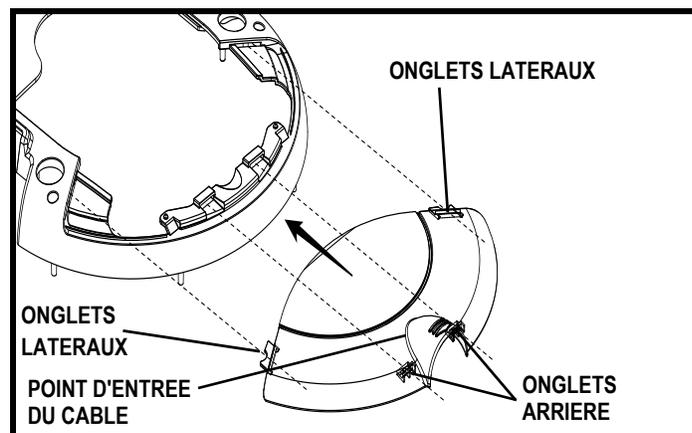

Figure 12. Capot arrière
6. Pesez doucement vers le bas en tirant sur le point d'entrée du câble du capot arrière pour le détacher. Voir la figure 12.
2. Pesez doucement vers le bas en tirant sur le point d'entrée du câble du capot arrière pour le détacher. Voir la figure 12.
2. Pesez doucement vers le bas en tirant sur le point d'entrée du câble du capot arrière pour le détacher. **Voir la figure 12.**